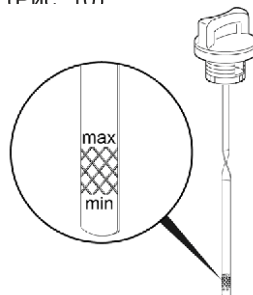

Рис. 10 Уровень масла в картере двигателя
- Аккуратно вытащите щуп и осмотрите его. Уровень масла должен соответствовать верхней отметке «max» на щупе (Рис. 10)
4. Аккуратно извлеките щуп и осмотрите его. Уровень масла должен соответствовать верхней отметке на щупе. При недостаточном уровне масла в картере необходимо долить чистое масло до верхней отметки «max» на щупе (Рис. 10).